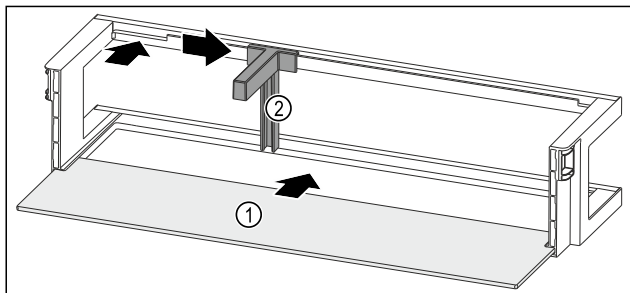

Fig. 141 Polica u vratima s policom za odlaganje
- Umetnite policu Fig. 141 (1) u bočna udubljenja.
- Držač za boce Fig. 141 (2) umetnite u otvor.
- Držač za boce Fig. 141 (2) pogurnite u željeni položaj na stranu.